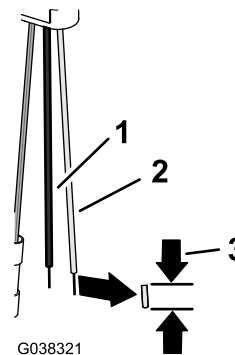

Рисунок 42
2. Удалите изоляцию на отрезке длиной 8 мм с розового и черного проводов 3-штыревого переходника (Рисунок 42).